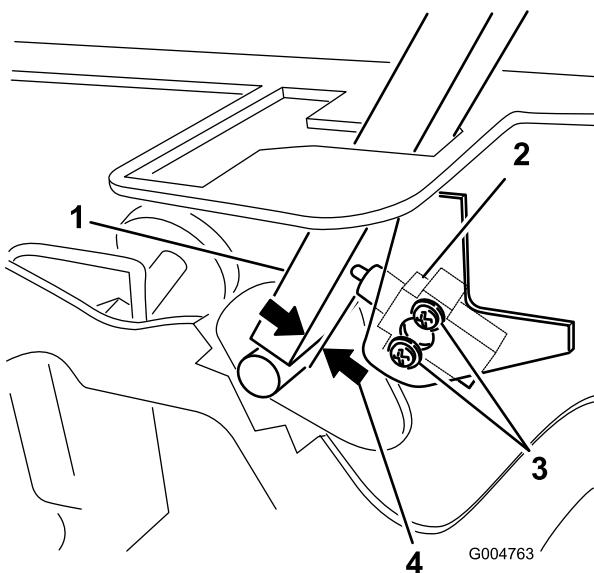

図 60
3. インタロック・スイッチを固定しているネジ2本を取り外す(図 60)。
バーとスイッチのボディーとの距離が 0.4~1 mm になるように調整する（図 60）。